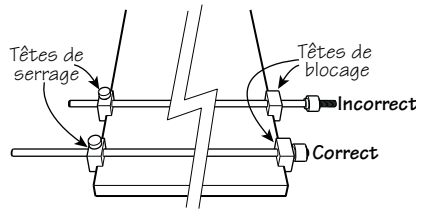

Figure 2 : Positionnement correct et incorrect des têtes de blocage
2. Glisser les têtes de serrage sur les entretoises jusqu'à ce qu'elles s'appuient contre l'autre chant du panneau. S'assurer que la partie excédentaire de l'entretoise dépasse du côté des têtes de serrage – voir la **figure 2**